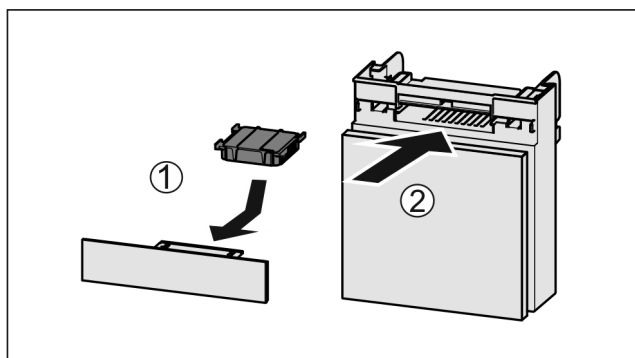

Fig. 98
- ▶ Introduceți Fig. 98 (1) filtrul de cărbune activ după cum se vede în figură.
- ▶ Împingeți Fig. 98 (2) compartimentul în interior.